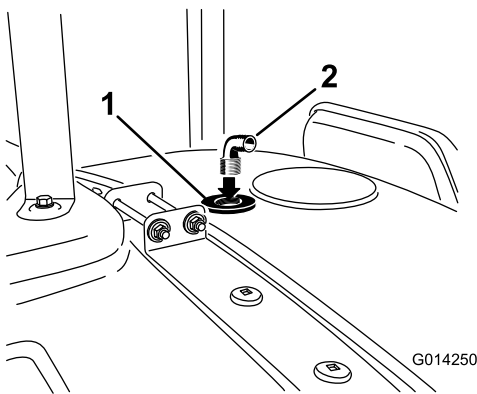

Figura 18
8. Instale a união a 90° na abertura rosçada do anteparo do bico de lavagem (Figura 18).